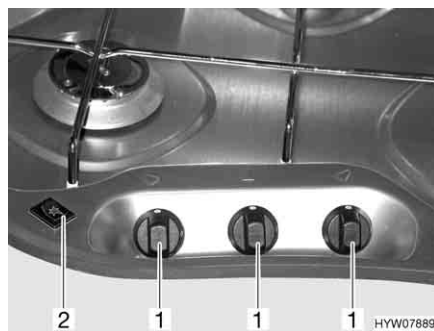

Fig. 100 Elementi di comando del fornello a gas
- ▷ Nei fornelli a gas senza accensione elettronica, non è presente il rispettivo interruttore a bilico (Fig. 100,2).
- Ruotare il pomello girevole (Fig. 100,1) dell'impianto a fiamma libera desiderato in posizione accesa (fiamma alta).
- Accensione elettronica: Premere l'interruttore a bilico (Fig. 100,2). Sul bruciatore vengono prodotte scintille.